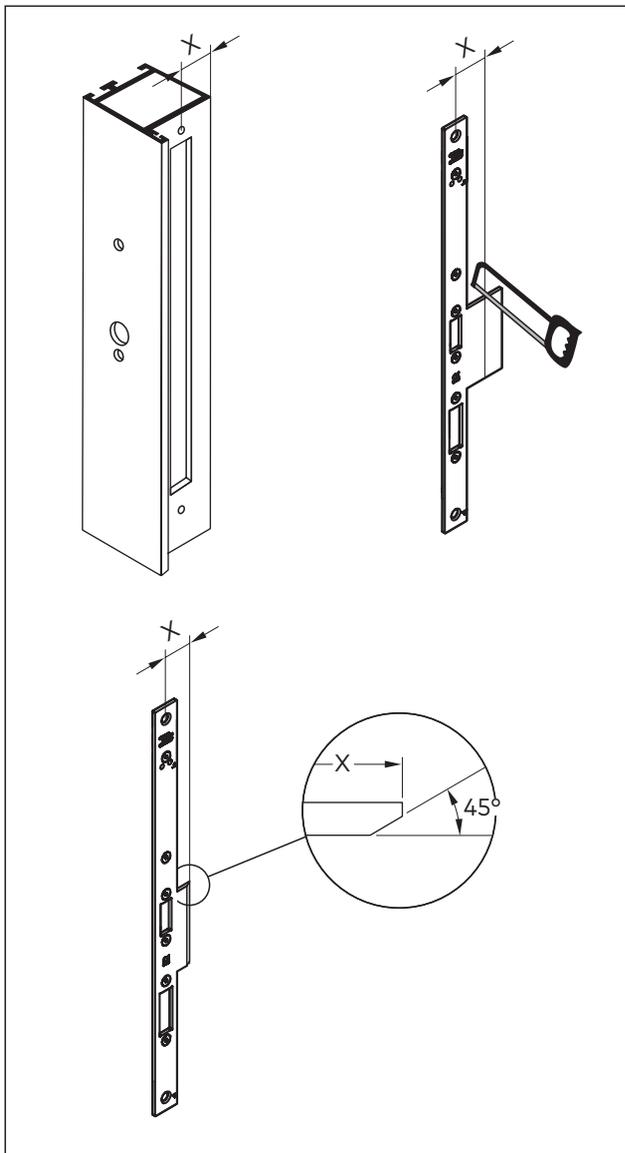

Abb. 30 Abmaße der Anpassungen
1. Den Stulp anpassen (Abb. 30).